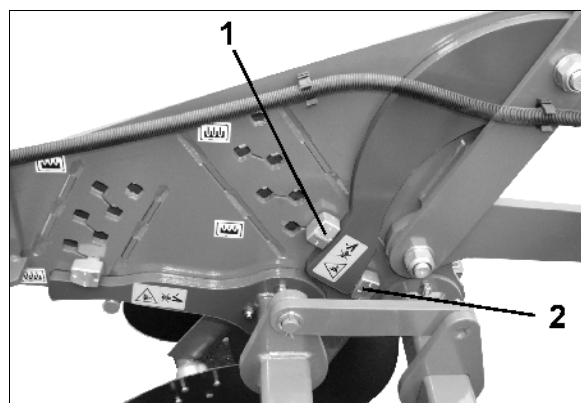

Fig. 31
- Ved at flytte ekscenterbolten (Fig. 31/1)
- Ved at dreje ekscenterbolten (Fig. 31/1)
Ekscenterboltene skal anbringes i samme position (Fig. 31/1) i begge sider. Tallene på ekscenterboltene skal være identisk i begge sider.
Hvis skærenes søgeevne ikke er tilstrækkeligt, justeres den 3. ekscenterbolt (Fig. 31/2), som befinder sig direkte under støttearmen. Herved belastes skærene yderligere ved hjælp af valsen.